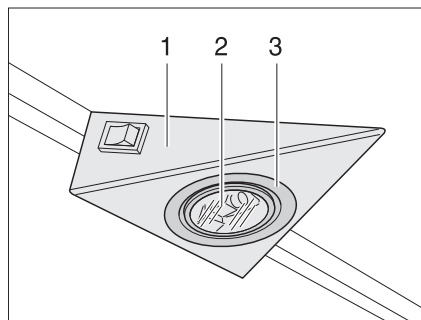

Fig. 259 Lampe halogène encastrée
La lampe halogène est encastrée dans un boîtier (Fig. 259,1).
- Desserrer la bague de recouvrement intérieure (Fig. 259,3) du boîtier avec un tournevis.
- Retirer l'ampoule halogène (Fig. 259,2).